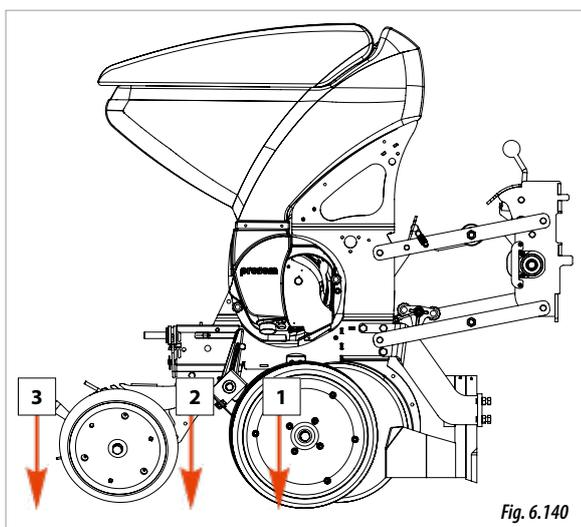

Fig. 6.140
Il **MICROGRANULARE** viene depositato assieme alle sementi (1, Fig. 6.140).
- SEMI-SUPERFICIALE (2, Fig. 6.140).
- SUPERFICIALE (3, Fig. 6.140).